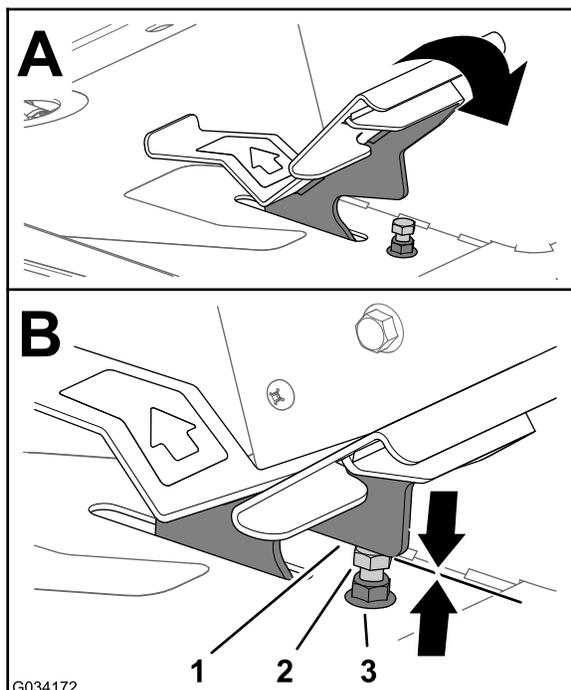
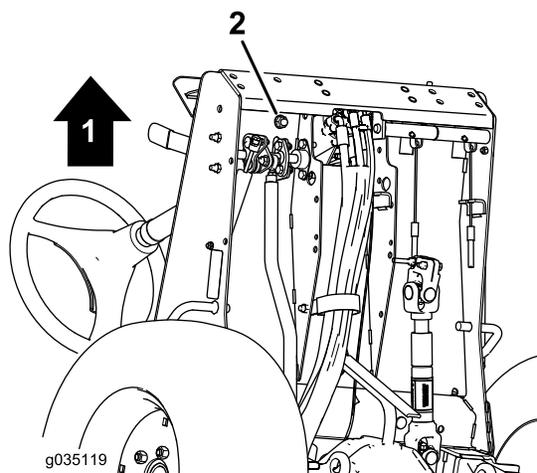

Figura 77
Figura 78
1. Spostate completamente in avanti il pedale di trazione (Figura 77).
- A. Fissate l'arresto del pedale di trazione (Figura 77) con una chiave.
- B. Allentate il controdado nella parte inferiore della piastra di appoggio del piede (Figura 78).
- C. Spostate completamente in avanti il pedale di trazione (Figura 77).
- D. Mantenendo fisso l'arresto del pedale di trazione, regolate il controdado sopra la piastra di appoggio del piede (Figura 77) fino a quando il pedale della trazione non viene a contatto con l'arresto.
- F. Mentre tenete fisso l'arresto del pedale di trazione, serrate il controdado nella parte inferiore della piastra di appoggio del piede (Figura 77 e Figura 78) a 37-45 N·m.